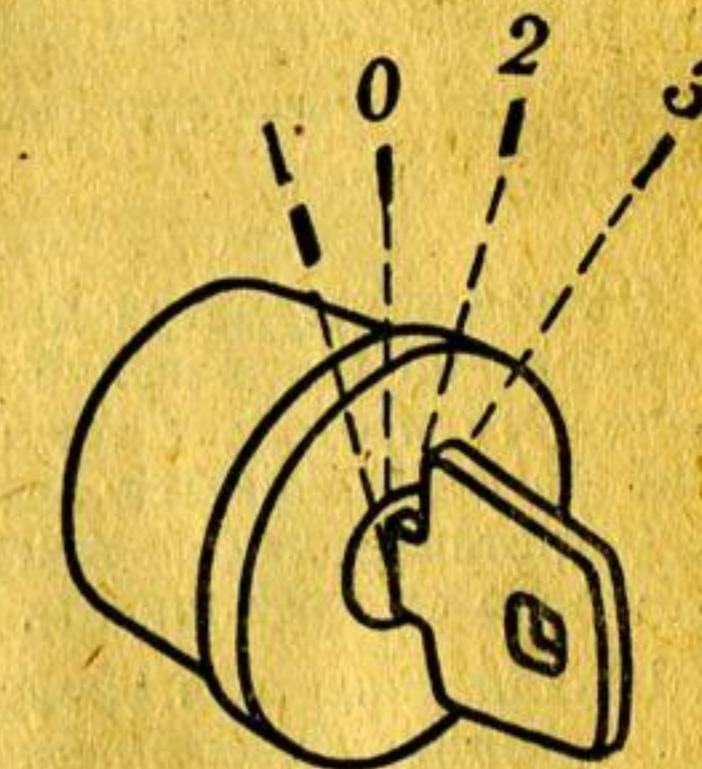

Рис. 5. Положения ключа включателя зажигания (замка) и стартера:
**Включатель зажигания и стартера** имеет поворотный контактор и цилиндр замка, устанавливаемые с помощью ключа в одно из четырех положений, показанных на рис. 5.